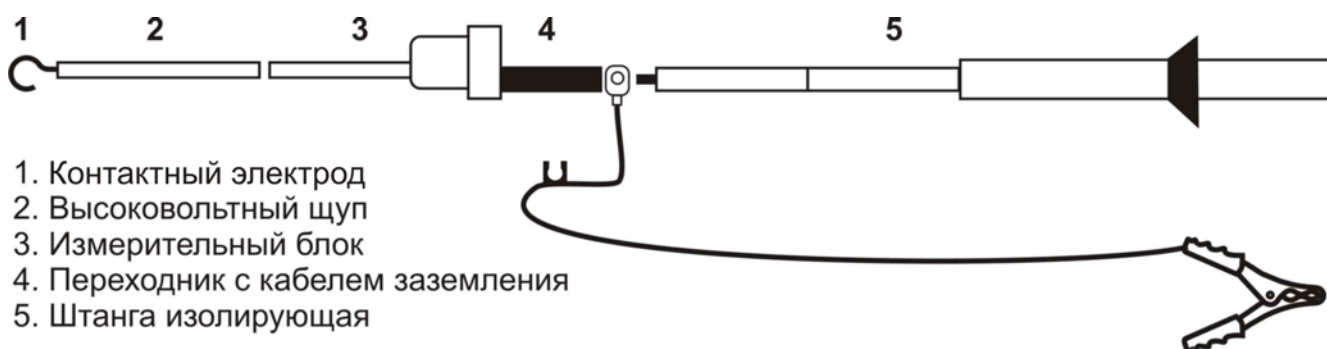

Рис.1
6.7. Сочленить изолирующую штангу с переходником, установленного на измерительный блок УВН-Н-2 «ВОЛЬТ-НН». Зафиксировать этим же резьбовым соединением наконечник на конце соединительного (заземляющего) кабеля (рис. 1). Установить фиксатор провода на переходник.